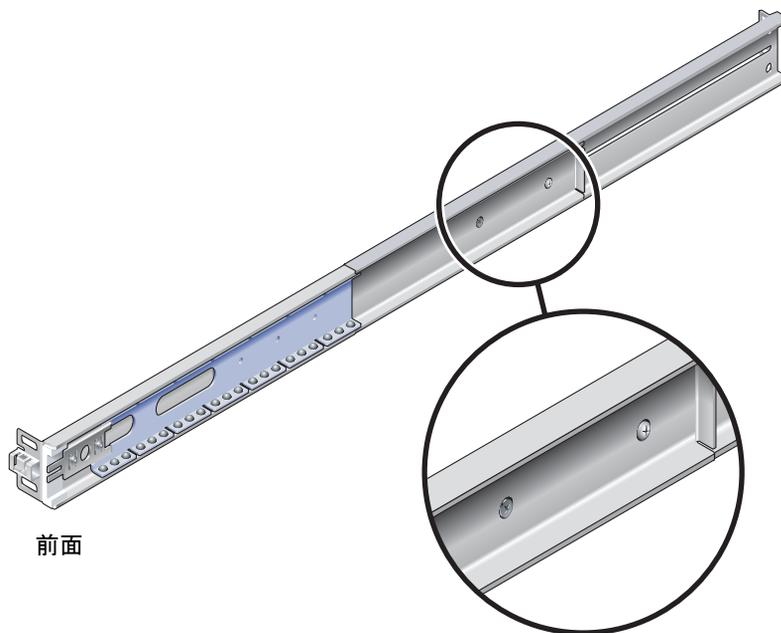

図 2-4 スライドレールの脱落防止機構付きねじ
3. 各スライドレールの 2 本の脱落防止機構付きねじ (図 2-4) を、およそ 4 分の 1 回転させて緩めます。
- b. 背面側のラックポストの外側に届く位置までスライドレールの背面セクションをスライドさせて、スライドレールの長さを調節します。その後、脱落防止機構付きねじ (図 2-4) をきつく締めてスライドレールの長さを固定します。